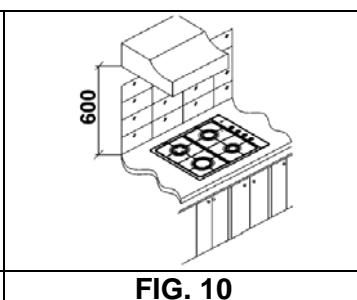

FIG. 10
- La bloquer au moyen des brides "S", en ayant soin d'enfiler la partie saillante dans la fente "H" réalisée sur le fond et en serrant la vis "F" jusqu'à ce que la bride "S" ne bloque plus la table de cuisson sur le plan de travail (voir fig. 10).